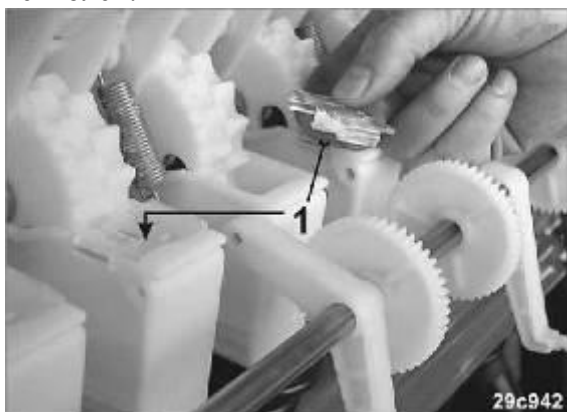

Рис.103
4. Отметьте новые высевные катушки для техколеи, при этом вставьте щетки мелкосемянных высевных катушек (Рис. 103/1) в новые высевные коробки техколеи.